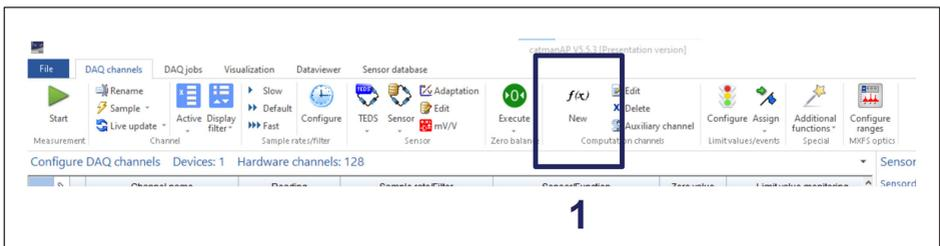

Abb. 5.6 Schaltfläche für einen neuen Berechnungskanal
- Auf die Schaltfläche „Neu“ für einen Berechnungskanal klicken (Ziffer 1 in Abb. 5.6).